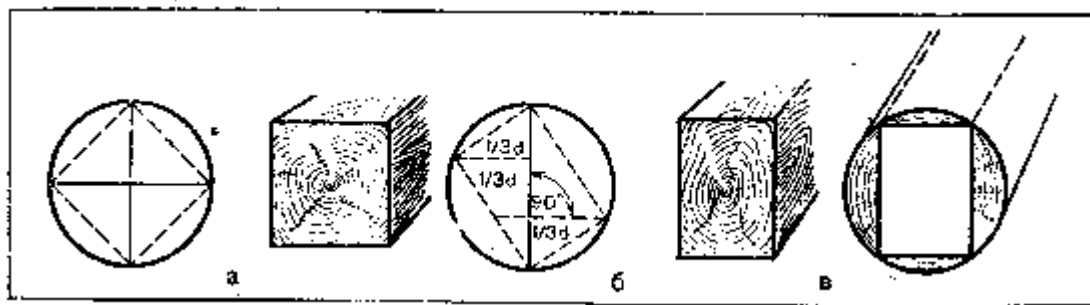

Рис. 36. Разметка квадратного и прямоугольного бруса:
**Разметка бруса** (рис. 36). Для разметки бруса квадратного сечения бревно закрепляют на подкладках. Циркулем находят центры торцов и вершинным радиусом обводят окружности на обоих торцах. Через центры окружностей, веском отбивают вертикальные диаметры, а по угольнику проводят горизонтальные. Точки пересечения диаметров с окружностью соединяют прямыми линиями, они и будут сторонами бруса. По точкам пересечения закрепляют на меленный шнур, натягивают его, отбивают нитки и отесывают, как было сказано выше.